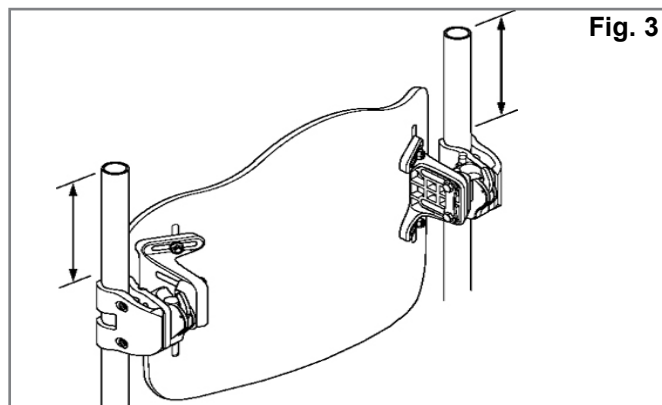
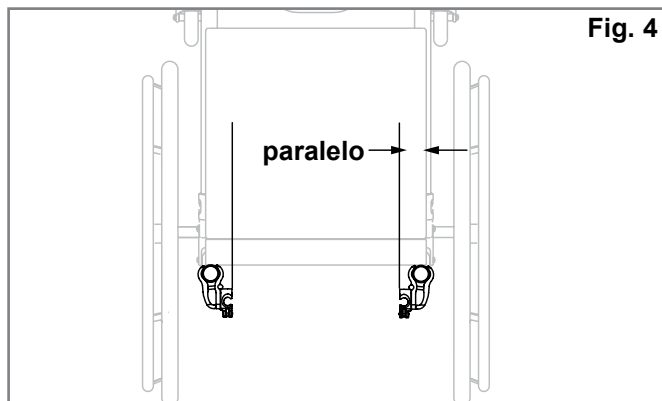

Fig. 3
Fig. 4
Instrucciones para la instalación de las piezas de fijación (Fig. 3, 4, 5)
2. Determine visualmente la ubicación deseada de los receptores en los tubos del respaldo de la silla de ruedas. Las piezas del sistema de fijación deben estar montadas a una altura equidistante en cada tubo posterior (Fig. 3) y paralelas al armazón del asiento (Fig. 4). Cuanto más alta la ubicación de los tubos del respaldo, mejor.